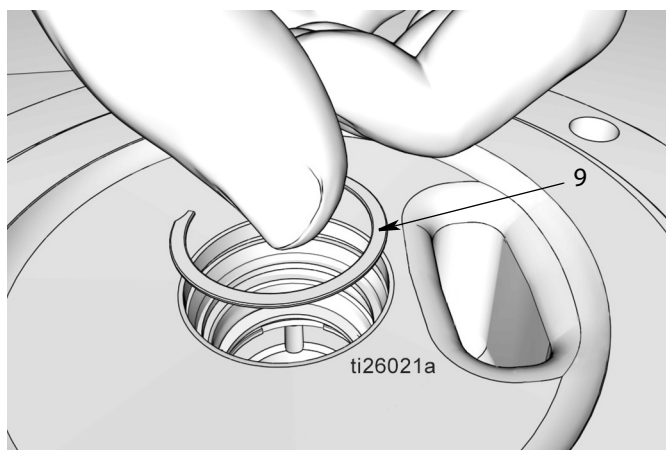

Рис. 38
- j. Установите зажим (9) (Рис. 38). Вы должны услышать “щелчок”, если поддерживающий зажим правильно посажен в пазу.